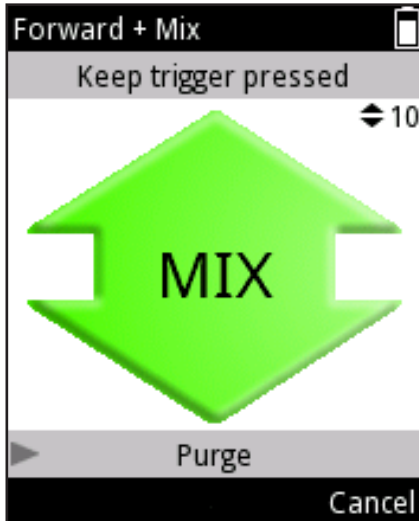

Imagen D29.
6. **a)** Tipo de mezcla User controlled (Controlado por usuario): Mientras se mantenga pulsado el disparador, se pipetea aproximadamente el 70% del volumen total (Imagen D29).